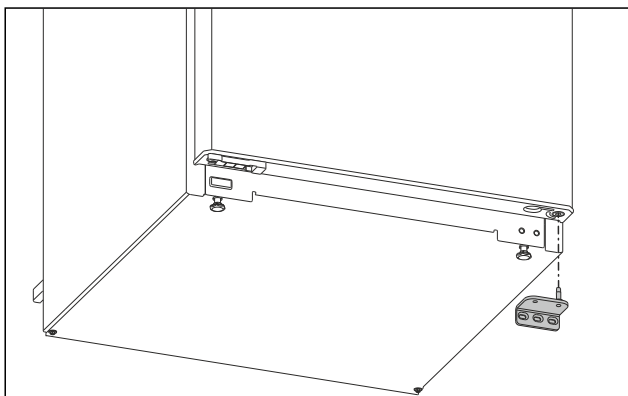

Fig. 5
- ▶ Sejměte stojan ložiska směrem dolů. (viz Fig. 5)